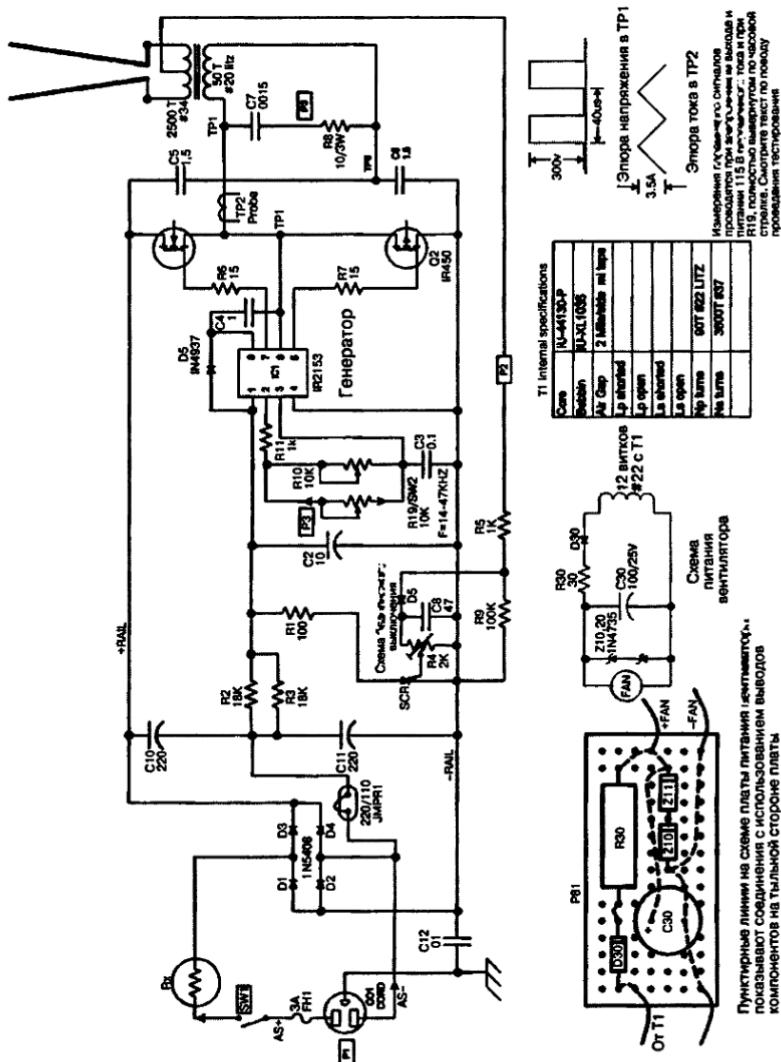
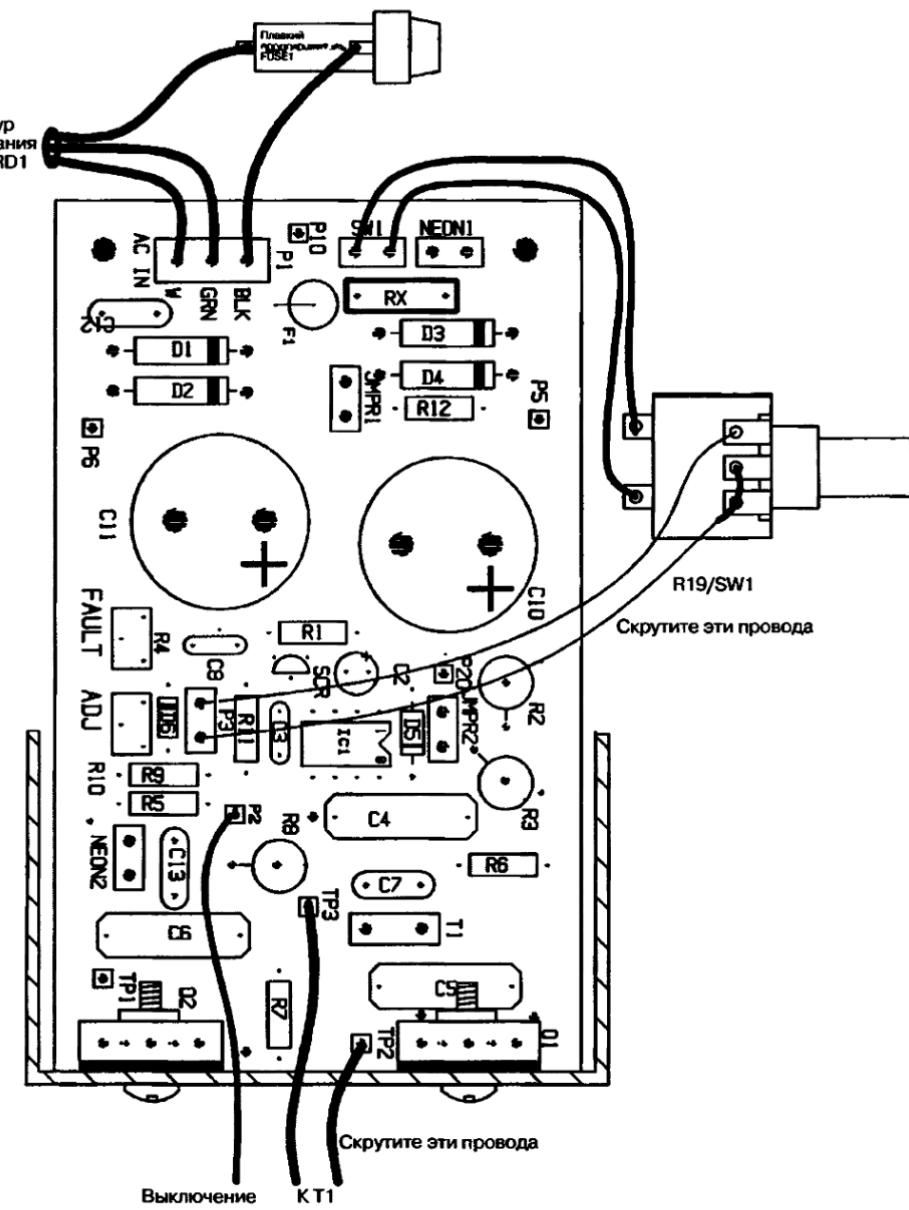

Рис. 19.2. Принципиальная схема устройства «Лестница Иакова»
Рис. 19.3. Размещение компонентов на плате PCB и внешние подключения первой стадии
питания лазера, и реактивной балластной нагрузки L1, но добавлена схема безопасного отключения, показанная на рис. 19.2. Эта схема обнаруживает любые аномальные токи через землю, которые могут быть вызваны случайным контактом с одним из элементов лестницы. Ток теперь течет через резистивный делитель R5–R9 и смещает диод D6 в прямом направлении в область проводимости. Конденсатор C8 и переменное сопротивление R4 выпрямляют напряжение с выхода трансформатора T1. Переменное сопротивление устанавливает точку срабатывания закорачивающего переключателя на триодном тиристоре (триисторе) – SCR, Silicon-Controlled Rectifier, который открывается, закорачивает напряжение питания стабилизатора напряжения IC1 и выключает цепь питания низкого и, соответственно, высокого напряжения. Таким образом, любой контакт экспериментатора или посетителя с элементом лестницы приводит к быстрому отключению высоковольтного напряжения.
1. Изучите рис. 19.3 и 19.4, показывающие сборку платы питания и все ее внешние подключения, в том числе с трансформатором T1 и вентилятором FAN. Соберите плату, как показано, добавив компоненты безопасного отключения (см. рис. 19.2). Дополнительные радиоэлементы R1, R4, R5, R9, C8, C12, D6, триистор SCR включены в спецификацию (см. табл. 19.1).
3. Соберите плату основного питания (см. рис. 19.3).
Для проверки работы схемы выполните следующие действия (см. рис. 19.2):
Поверните ось R19 до упора по часовой стрелке и быстро настройте R4 на генерацию импульсов с периодом повторения 40 мкс (соответствует частоте повторения 25 кГц), см. рис. 19.2. Затем поверните ось R9 полностью против часовой стрелки.